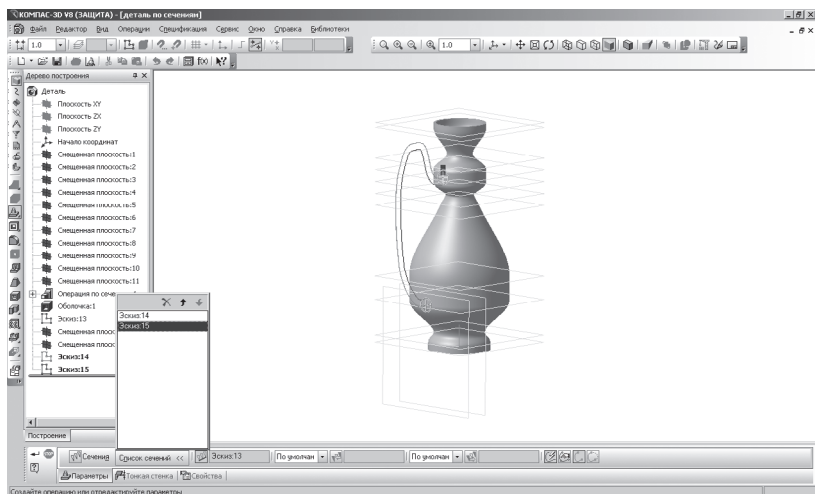

Рис. 273
- включите кнопку  – **Осевая линия** и укажите в **Дереве** построения элемент **Эскиз: 13** (направляющая). На экране появится фантом ручки (рис. 273);